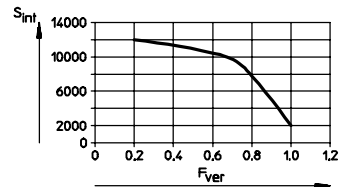

Fig. 35
1. Calcule la carga en la guía F_{ver} con la ayuda de la fórmula para cargas combinadas (ver “Especificaciones técnicas”) y lea el intervalo de lubricación S_{int} de la Fig. 35.